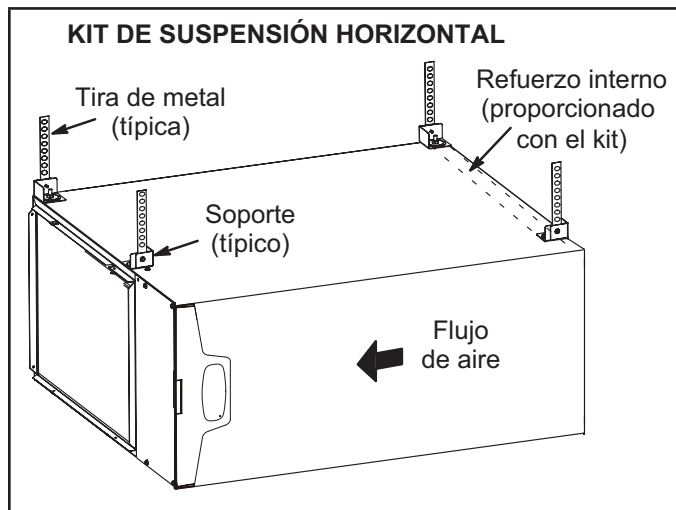
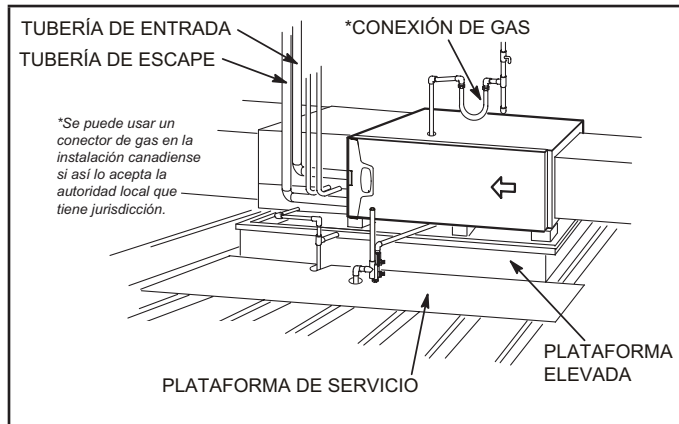

FIGURA 18
FIGURA 19
Este calefactor puede instalarse ya sea en un ático o en un espacio entre plantas. Ya sea cuelgue el calefactor de los travesaños del techo o de las vigas del piso, tal como se muestra en la "FIGURA 18", o instale el calefactor sobre una plataforma, tal como se muestra en la "FIGURA 19". Se puede ordenar un kit de suspensión horizontal (51W10) de Lennox o usar un equivalente.
- 2 - Construya un marco de madera elevado y cúbralo con una lámina de madera terciada. Si la unidad se instala arriba del espacio acabado, instale un colector de drenaje auxiliar debajo de la unidad. Coloque la unidad en el colector de drenaje como se muestra en la "FIGURA 19". Deje 8 pulgadas de espaciamiento de servicio debajo de la unidad para la trampa de condensado.